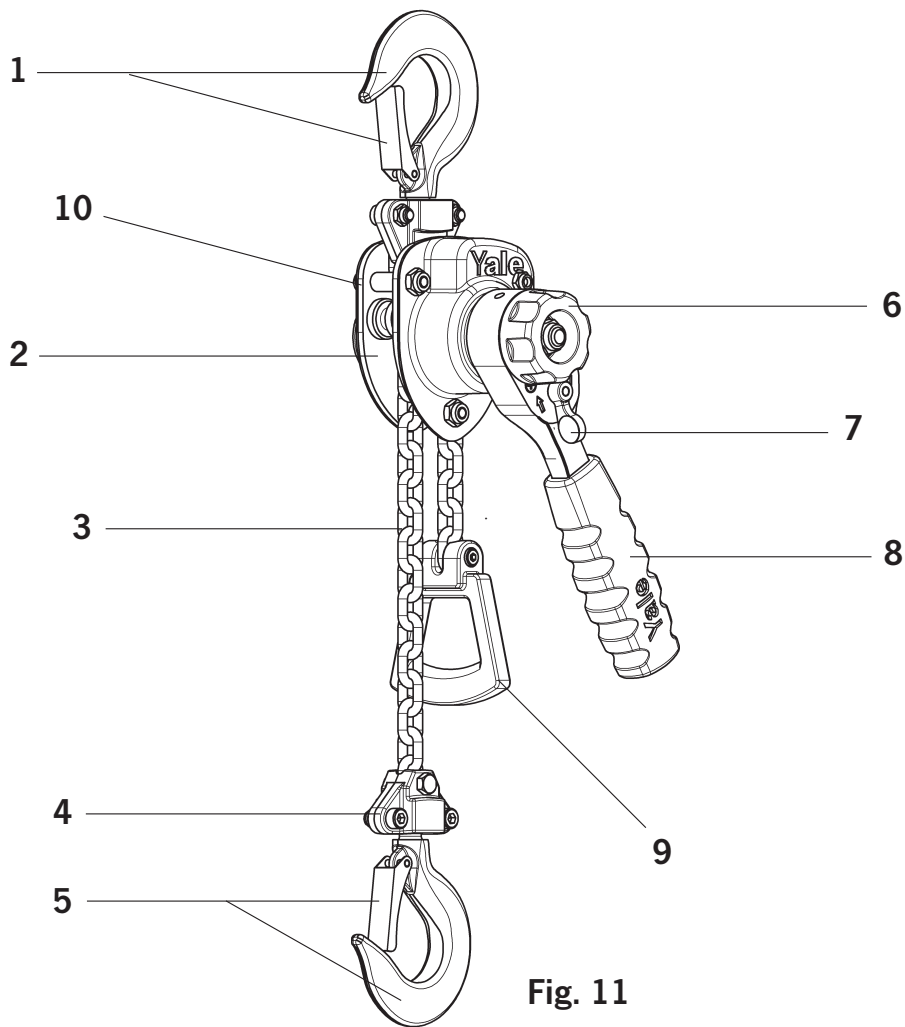

Fig. 11
- Non utilizzare i ferma catena come normali fine corsa (Fig. 11);
Il ferma catena deve essere collegato all'estremità libera della catena (Fig. 11).
Ruotare la leva di selezione del movimento (Fig. 11) in posizione neutra (posizione centrale). La catena può ora essere tirata in entrambe le direzioni così da portare il gancio di sollevamento alla posizione desiderata con estrema facilità.
Ruotare la leva di selezione del movimento in posizione sollevamento ,↑' (Fig. 11). Azionare la leva a mano pompando verso il basso. Se l'operazione viene interrotta con il
Ruotare la leva di selezione del movimento in posizione discesa ,↓' (Fig. 11). Azionare la leva a mano pompando verso il basso.